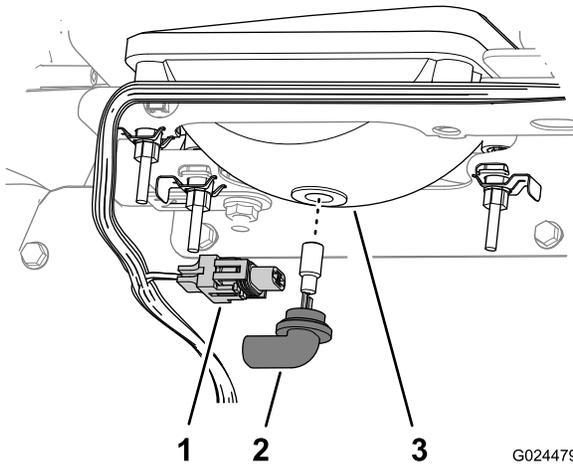

Figure 50
3. Débranchez le connecteur électrique du faisceau du connecteur de l'ensemble lampe situé au dos du boîtier du phare (Figure 50).
4. Tournez l'ensemble lampe de 1/4 de tour dans le sens antihoraire et tirez-le en arrière hors du boîtier (Figure 50).
5. Insérez l'ensemble lampe neuf dans le boîtier du phare et alignez les languettes de l'ensemble lampe sur les fentes du boîtier (Figure 50).
6. Fixez l'ensemble lampe en le tournant de 1/4 de tour dans le sens horaire (Figure 50).
7. Branchez le connecteur électrique de faisceau au connecteur de l'ensemble lampe neuf (Figure 50).